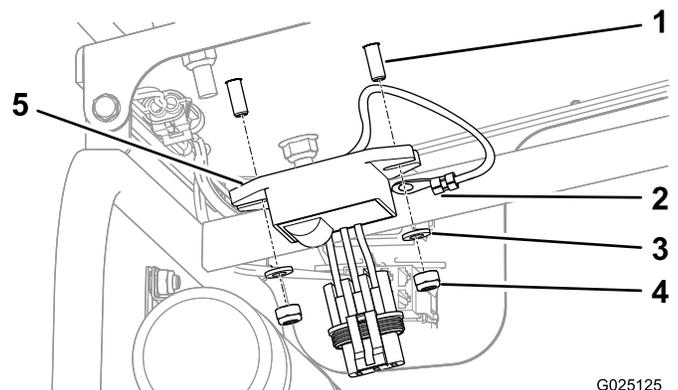

Bild 7
3. Richten Sie den Regler an den Schrauben an der Unterseite der Sitzpfanne aus (Bild 7).
4. Richten Sie die Erdungsleitung des Reglers an einem Montageschlitz aus und sichern Sie die Leitung und den Regler, indem Sie eine M6 Scheibe und eine M6 Sicherungsmutter an der passenden M6 x 20 mm Schraube anbringen (Bild 7).
5. Befestigen Sie die andere Seite des Reglers, indem Sie eine M6 Scheibe und eine M6 Sicherungsmutter an der anderen M6 x 20 mm Schraube anbringen (Bild 7).